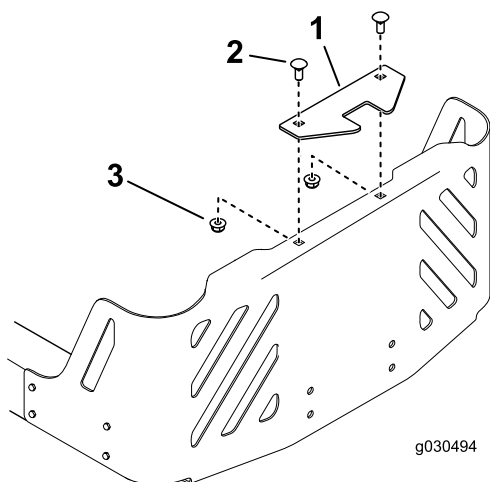

Figura 10
Notă: Suportul stabilizator este utilizat doar pe modelele din 2015 i mai recente (Figura 10).
1. Montai suport pentru stabilizator la apărătoarea pentru motor folosind 2 uruburi de fixare (5/16 × 3/4") i 2 contrapiulițe (5/16") Figura 10.